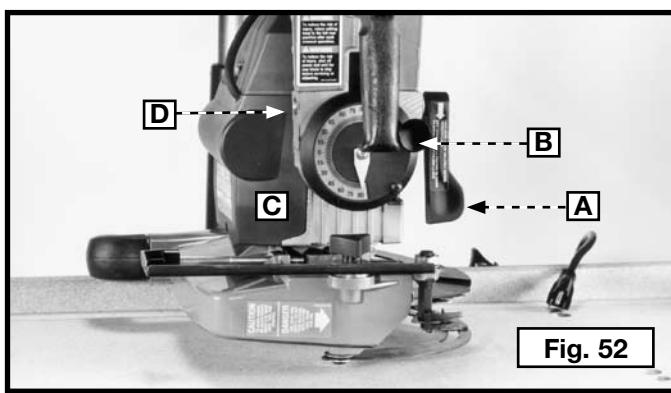

Fig. 52
2. Afloje el mango de sujeci n de la horquilla (A) Fig. 52 dando varias vueltas hasta que la cabeza hexagonal del tornillo (D) se pueda empujar fuera del espacio hexagonal en la horquilla.
3. Gire el tornillo (D) Fig. 52 una o dos partes planas de la cabeza hexagonal en la direcci n en que el mango necesita ser girado. Vuelva a empuj rlo dentro del espacio en forma hexagonal en la horquilla.
4. Apriete el mango de sujeci n de bisel (A) Fig. 52.